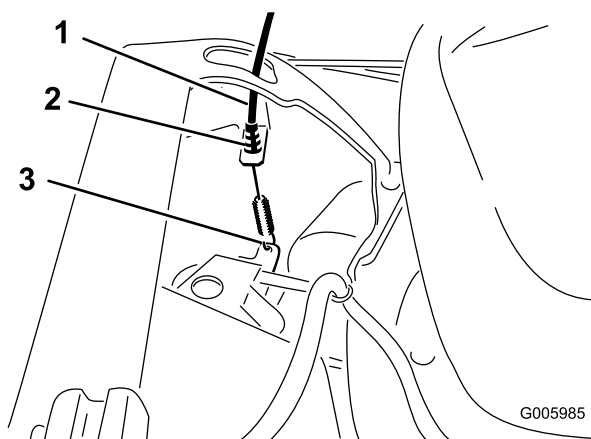

Figura 6
3. Fate passare il cavo della trazione automatica sotto l'interno della stegola, infilatelo nell'apertura presente sulla parte sinistra della scocca e attaccatene l'estremità alla macchina (Figura 6).